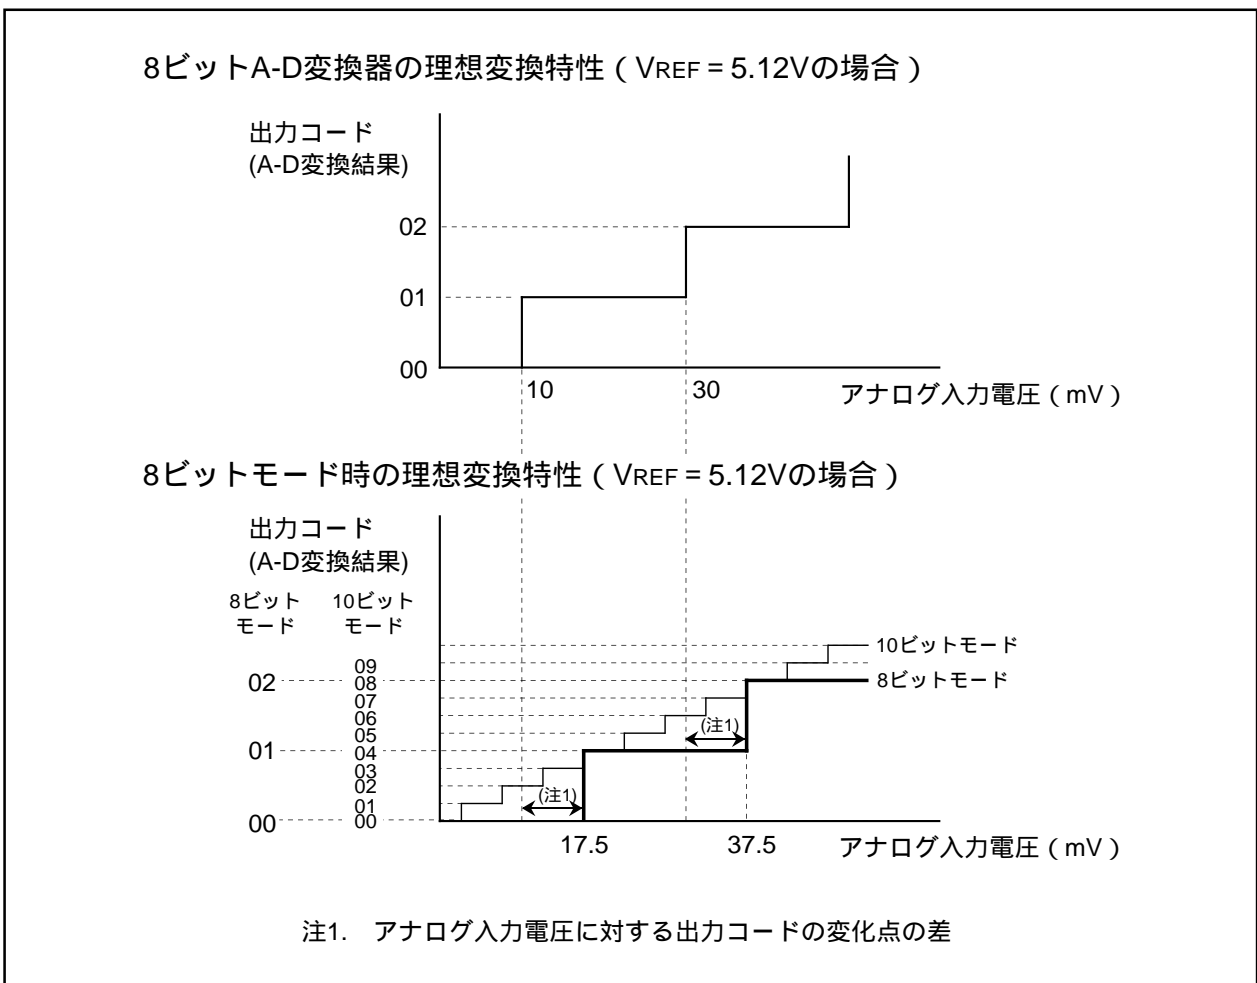

図2. 8ビットモードおよび8ビットA-D変換器の理想変換特性
内容 (1) 8ビットモード時、10ビット逐次比較レジスタの上位8ビットがA-D変換結果となります。このため、8ビットA-D変換器と比較すると、比較電圧が $3V_{REF} / 2048$ (表3の下線参照)異なり、図2に示す出力コードの変化点の差が生じます。